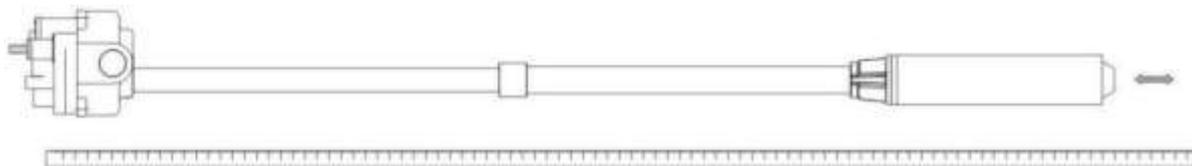

Рисунок 8: Регулировка длины насоса
2. Измерьте расстояние от дна резервуара до верха 4-х дюймового стояка, как показано на рисунке 6. Убедитесь, что установленная длина насоса обеспечивает достаточный зазор от входа насоса до дна резервуара (см. Рисунок 8).